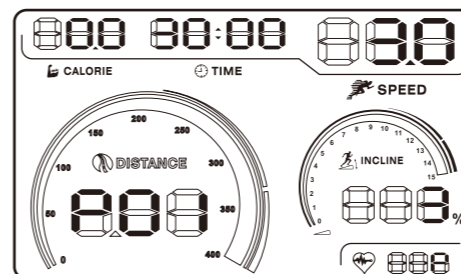

图31
- 我们为您在面板上设置了减重训练程式快捷键，跑步机处于待机状态下，按下此键，屏幕上的时间窗口闪烁，按SPEED（速度）的+（增加）/-（减少）键调整您的理想训练时间。（图31所示）。